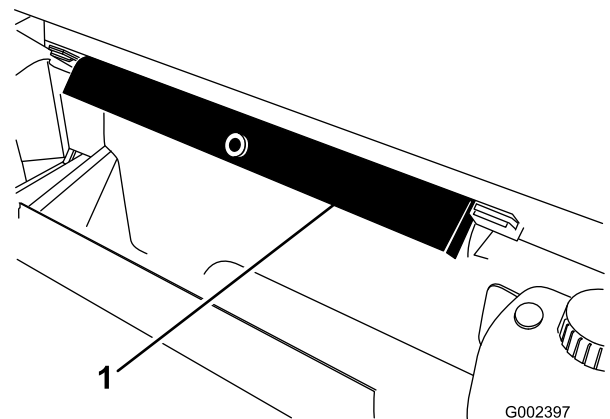

Figure 45
6. Sortez la béquille de sécurité des supports de rangement au dos de l'arceau de sécurité (ROPS) (Figure 45).